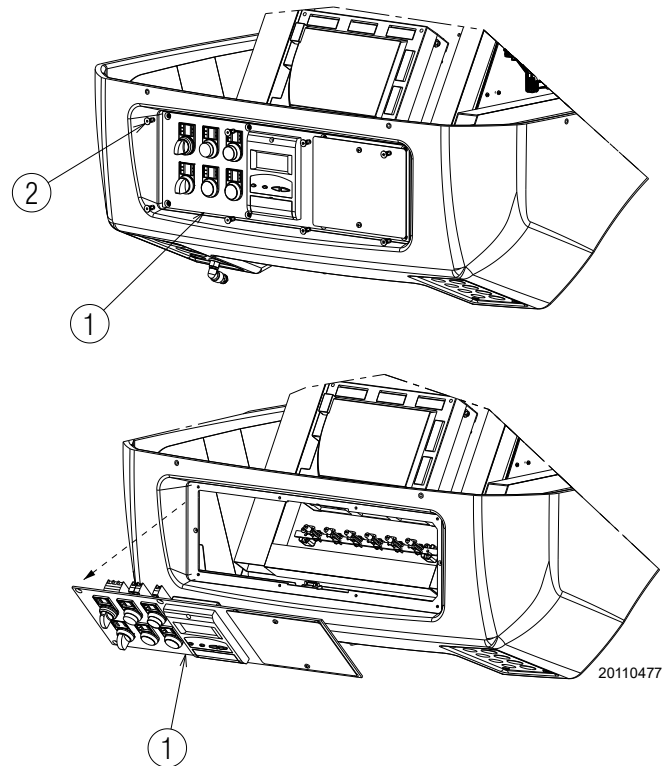

Fig. 56
- Dévisser les vis 2)(Fig. 56) du panneau de commande 1).